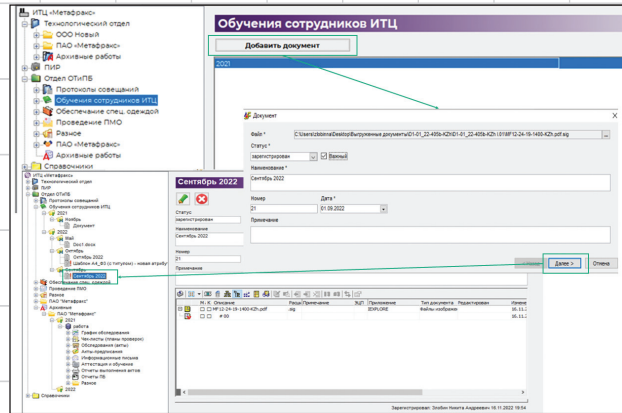

Рис. 48. ОТиПБ: данные по обучению сотрудников ИТЦ
- помимо работы с протоколами совещаний, для нужд ОТиПБ была реализована структура данных «Обучение сотрудников ИТЦ», которая предназначена для хранения и обработки образцов, форм, приказов и прочей документации по обучению сотрудников центра (рис. 48). Это позволяет всегда иметь доступ к актуальной информации о квалификации сотрудников;